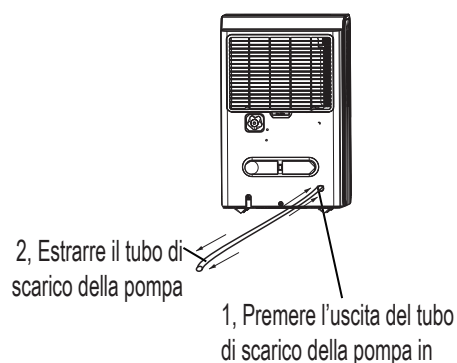

Fig. 13
- Premere l'uscita del tubo di scarico della pompa e estrarre il tubo di scarico della pompa (vd. Fig. 13). Assicurarsi che l'acqua nel tubo della pompa non goccioli sul pavimento.